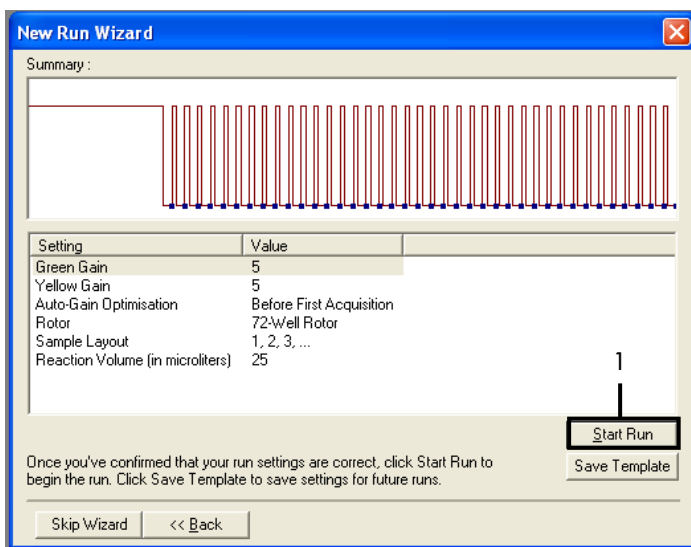

Figura 36. Cuadro de diálogo "New Run Wizard" (Asistente para series nuevas) y pantalla de resumen (1 = "Start Run" [Iniciar la serie])
5. Compruebe el resumen y haga clic en Start Run (Iniciar la serie) para guardar el archivo de ejecución y comenzar la serie (figura 36).